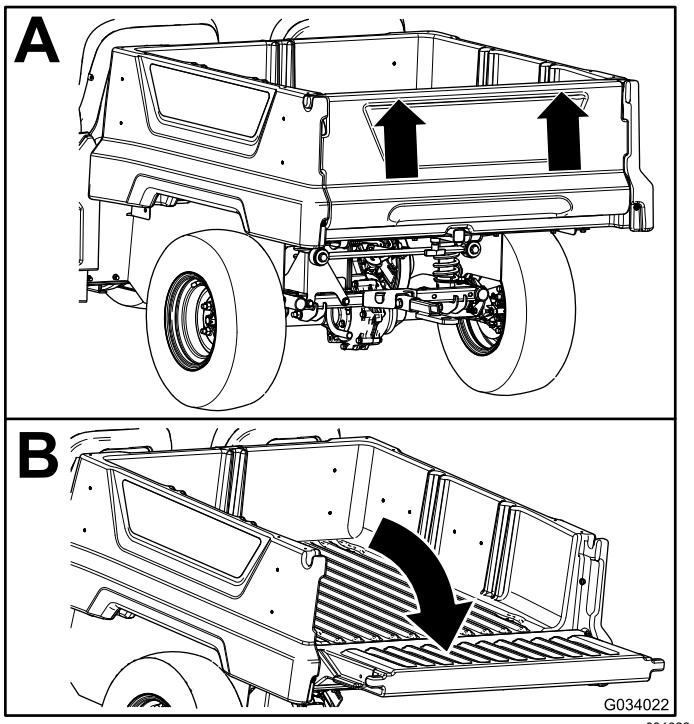

Figura 15
2. Usando ambas manos, levante el portón trasero usando el resalte situado cerca de la parte superior del portón (Figura 15).
- Baje el portón hasta que quede enrasado con la parte inferior de la plataforma de carga (Figura 15).